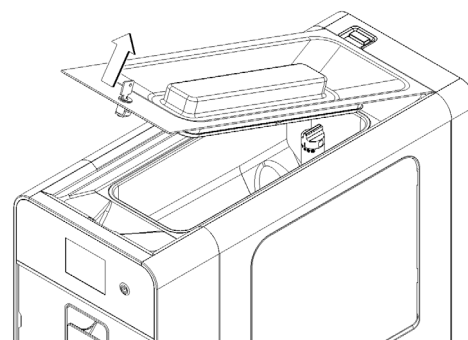

figura 17
**1** Quite la tapa superior. (ver figura 17) Si la tapa tiene cerradura, gire la llave en sentido anti horario levógiro y quítela.